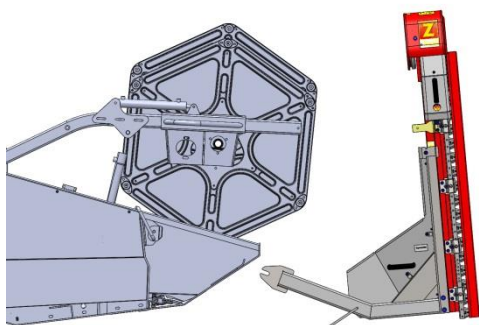
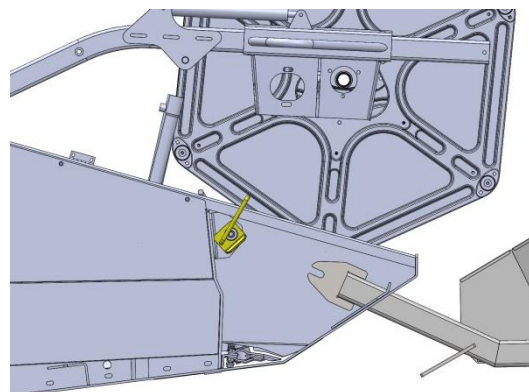

Рисунок 2
Рисунок 3
1.2 Установка кронштейна с делителем на жатку (Рисунок 2и Рисунок 3)